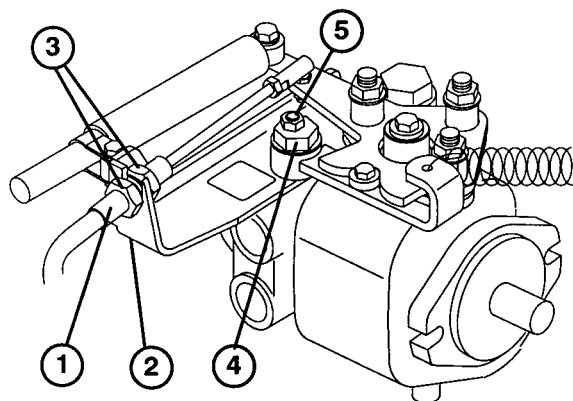

図 40
- E. バルクヘッド両側からロックナットを均等に締めてケーブルを固定する。ケーブルを引っ張らないように注意する（図40）。
- A. トラクション・コントロール・ケーブルをハイドロスタット上のバルクヘッドに固定しているジャムナット（2個とも）をゆるめる（図40）。
- B. 偏芯ボルト固定用ナット（ハイドロスタットについている）をゆるめる（図40）。
- D. 車輪の回転が止まる位置まで偏芯ボルト（図40）を回し、ロックナットで固定、機能レバーを何回か操作して調整を確認する。